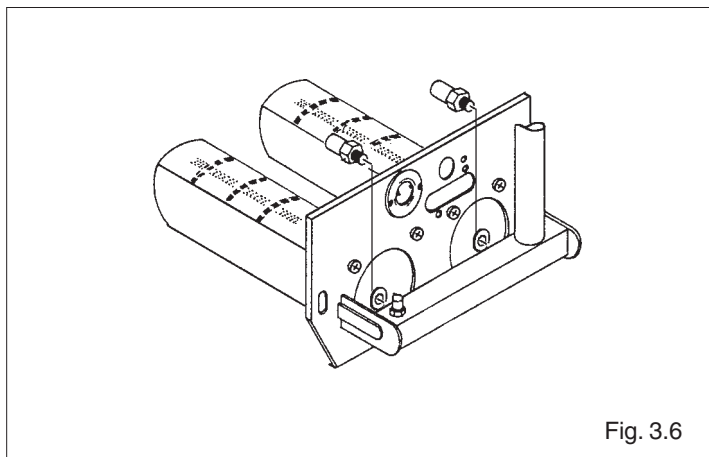
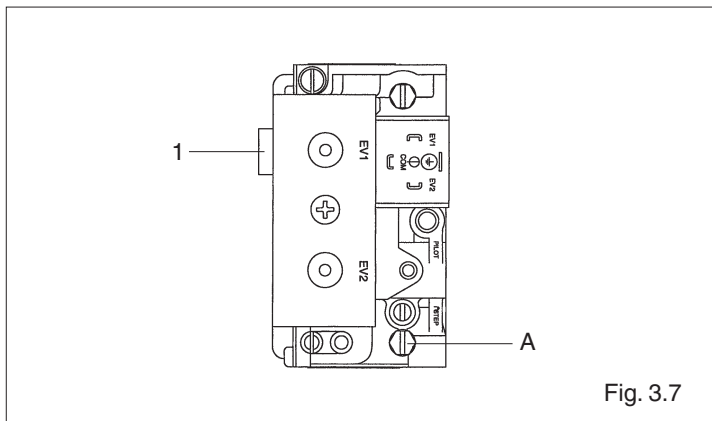

Fig. 3.6
Fig. 3.7
Il collegamento della caldaia **Fabula** all'alimentazione del gas, sia metano, sia GPL, deve essere eseguito nel rispetto delle Norme di installazione vigenti (fig. 3.6 e fig. 3.7).
- Svitare dal bruciatore i due ugelli per metano e sostituirli con quelli per GPL, utilizzando anche le guarnizioni in alluminio fornite a corredo (fig. 3.6).
- Avvitare fino a fine corsa la vite (1) del regolatore di pressione (fig. 3.7).
- Svitare di circa 3 giri la vite della presa di pressione (A) e collegare il manometro (fig. 3.7).